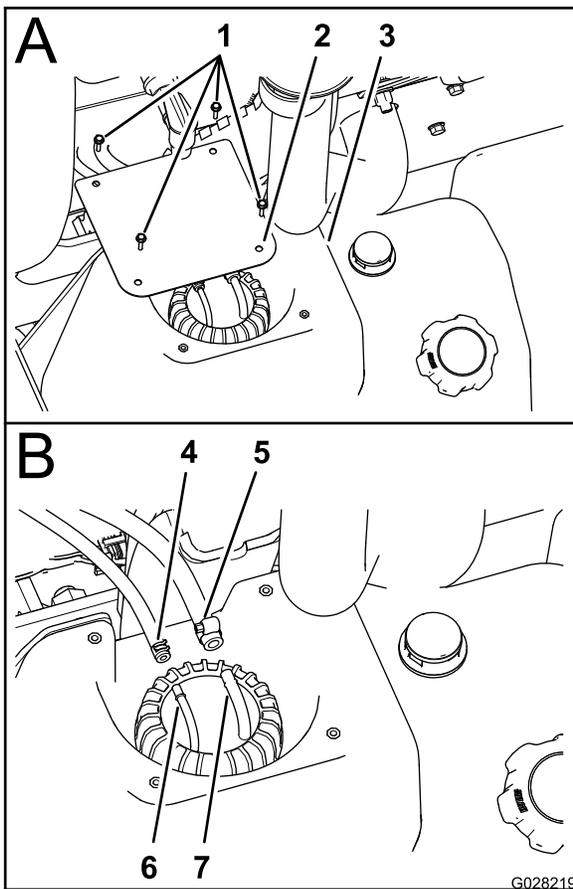

Figura 76
- Rimuovete i 4 viti (n. 10 x 3/4") che fissano il coperchio alla parte superiore del serbatoio del carburante e rimuovete il coperchio (Figura 76).
3. Allentate i morsetti che fissano i 2 flessibili del carburante ai 2 raccordi dei flessibili nella parte superiore del gruppo raccordo tubo (Figura 76).
4. Scollegate i 2 flessibili dai relativi raccordi e lasciate spurgare eventuale carburante nei flessibili in un contenitore per carburante approvato (Figura 76).
4. Montate il flessibile del carburante da 6,4 mm sul relativo raccordo da 6,4 mm e fissate il flessibile al raccordo con la fascetta stringitubo (Figura 76).
5. Montate il flessibile del carburante da 8 mm sul relativo raccordo da 8 mm e fissate il flessibile al raccordo con la fascetta stringitubo (Figura 76).